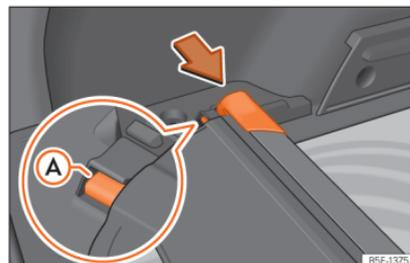

Abb. 129 Im Gepäckraum: Aufnahme zum Verstauen der aufrollbaren Abdeckung.
- Drücken Sie den Kopfteil der aufrollbaren Abdeckung in Pfeilrichtung, bis diese in der vorgesehenen Aufnahme einrastet »» **Abb. 129**. Stellen Sie sicher, dass das Gleitstück **A** in der entsprechenden Aufnahme einrastet.